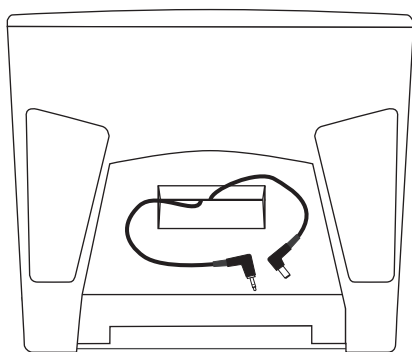

figura 1
Tal como puede ver en la figura 1 de la izquierda, el panel superior del Expedition EXL250, XPL200 y XPL300 dispone de un compartimento pre-cableado que le permite la instalación de cualquiera de los receptores inalámbricos UHF UM1 o AM1 de Samson. La señal de salida de uno de estos receptores inalámbricos montado en el EXL250 es enviada al canal 2 de la mesa de mezclas interna.
- 1 Retire la cubierta del compartimento para receptores inalámbricos levantándola del compartimento que se encuentra en la parte superior del Expedition. (ver la figura 1)